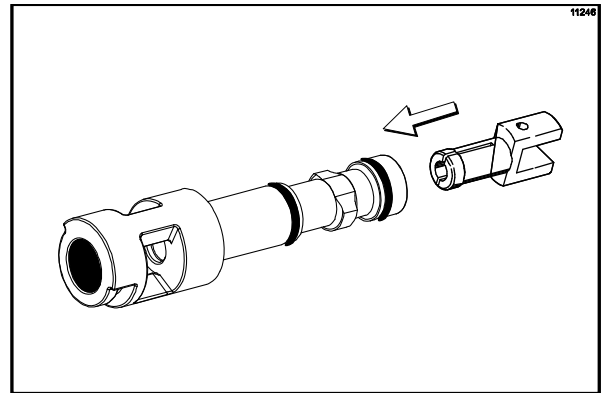

Abbildung 119
9. Das geteilte Ende zusammendrücken und den angetriebenen Kreisel durch die metallene Öffnung des Zapfventils einführen und einrasten lassen. (Siehe Abbildung 119.)